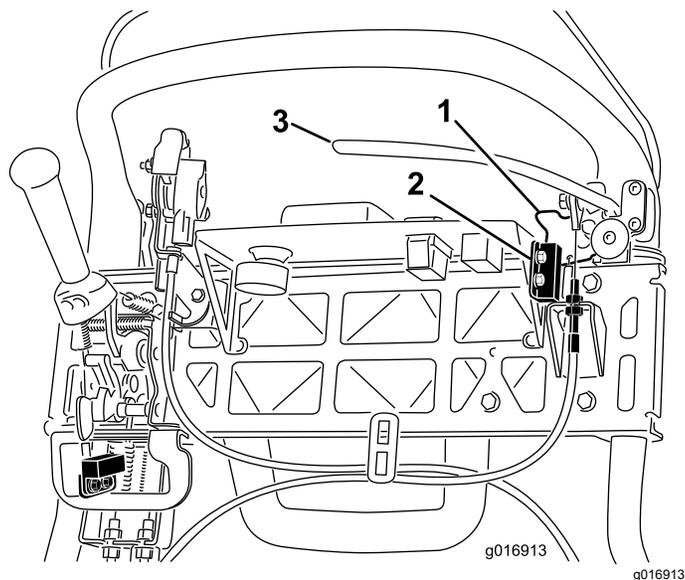

图43
4. 松开联锁开关紧固件(图43)。
5. 在手刹锁定装置与联锁开关之间放入 1.6mm 厚的塞尺(图43)。